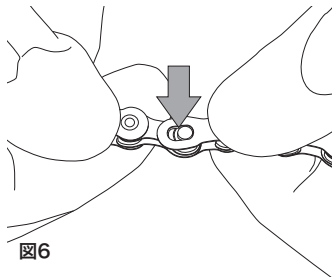

図6
- C-リンク™ の穴の内側の、大きくなっている側に左右のピンを差し込みます (図6)。